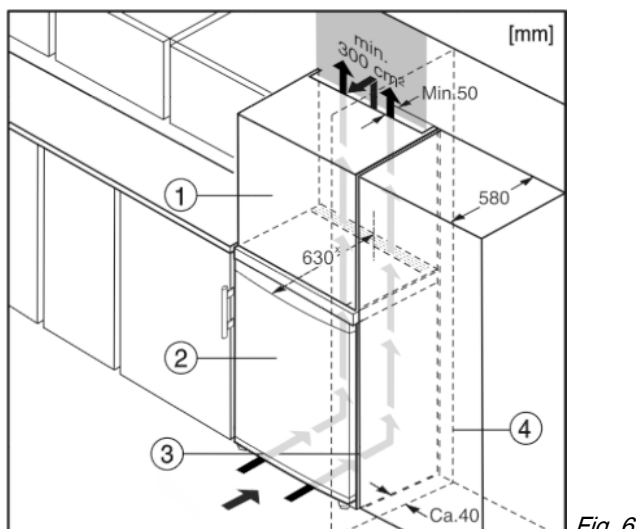

Fig. 6
L'appareil peut être réagencé avec des buffets de cuisine. Pour adapter l'appareil Fig. 6 (2) à la hauteur du coin cuisine, une rehausse Fig. 6 (1) peut être posée sur l'appareil.*
Lors de la transformation avec des placards de cuisine (profondeur max. 580 mm), l'appareil peut être placé directement à côté du placard de cuisine Fig. 6 (3). L'appareil dépasse latéralement de 34 mm^x et de 50 mm^x au centre de l'appareil par rapport à la face avant du placard de cuisine.*
Si l'appareil est installé avec les charnières à côté d'un mur Fig. 6 (4), la distance entre l'appareil et le mur doit être de 40 mm min. Ceci correspond à la saillie de la poignée lorsque la porte est ouverte.